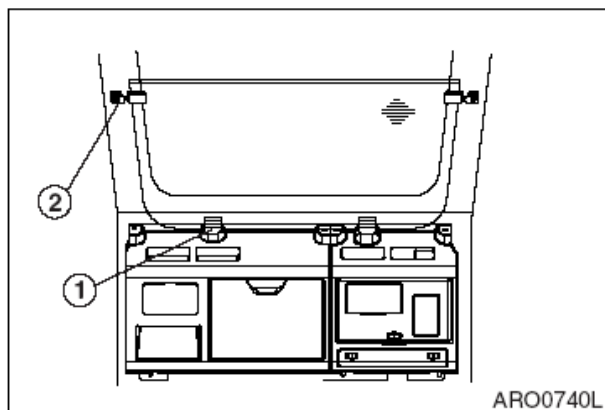

Рис. 99
2. Установить нижнее стекло в резиновые держатели (1, рис. 99), расположенные за сиденьем водителя. Прикрепить окно правой и левой ручками (2) к корпусу кабины.